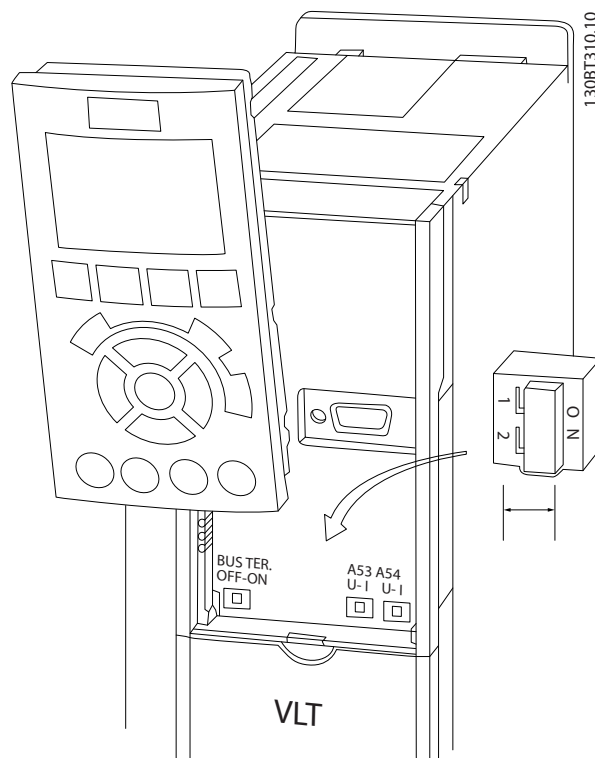

图 2.22 端子 53 和 54 的开关的位置
- 在拆下 LCP 后可以看到这些开关（请参阅图 2.22）。注意，设备的某些选件卡可能挡住这些开关，因此必须拆卸它们才能更改开关设置。拆卸选件卡之前，务必断开设备电源。